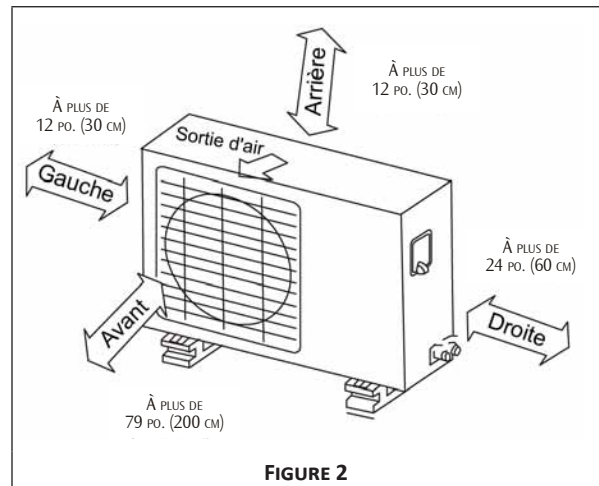

FIGURE 2
Lors de l'installation de l'unité extérieure, prenez en compte toutes les obstructions pouvant gêner l'entrée ou la sortie d'air. (Voir Figure 2).
- Maintenez les dégagements par rapport aux parois ou à d'autres obstacles selon le marquage des flèches de la figure 2.